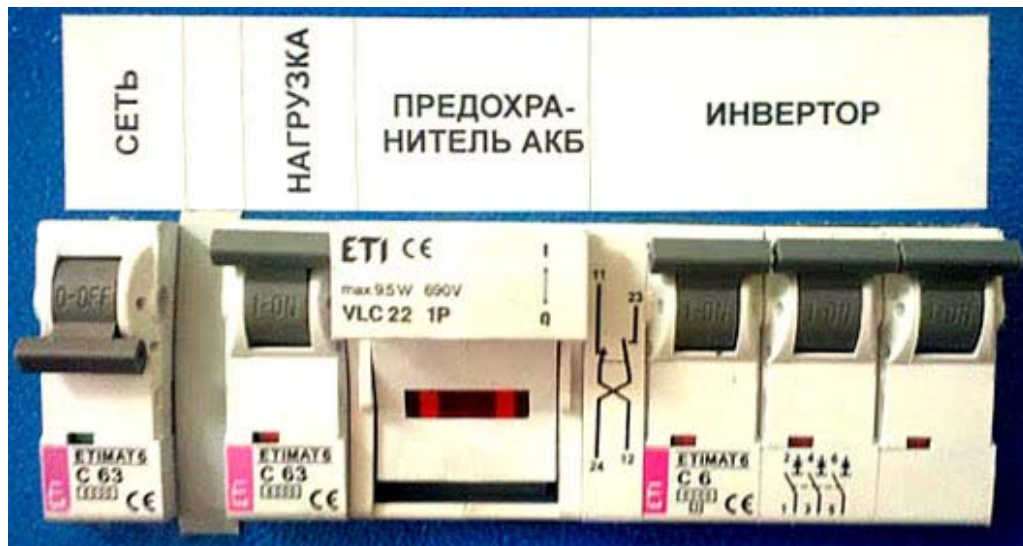

Рис. 4 Расположение автоматических выключателей на панели управления
11.1. Расположение автоматических выключателей на панели управления приведено на рис.4.